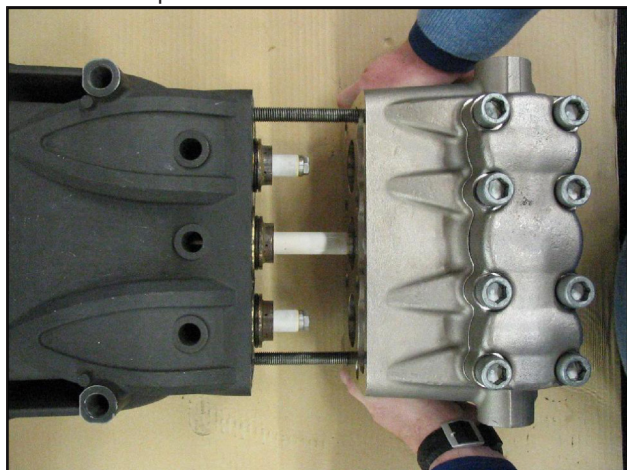

Fig. 33
- B) Lubricar los componentes ②③⑤ con grasa de silicona Tipo OCILIS cód. 12001600; tal operación es considerada necesaria también para facilitar el asentamiento del labio de las juntas sobre el pistón.
2. Utilizando dos tornillos – clavija de servicio (cód. 27726000) fijadas en el cárter como se indica en la (Fig. 33), posicionar el cabezal completo; asegurarse que se encuentra centrado solamente sobre el pistón central.